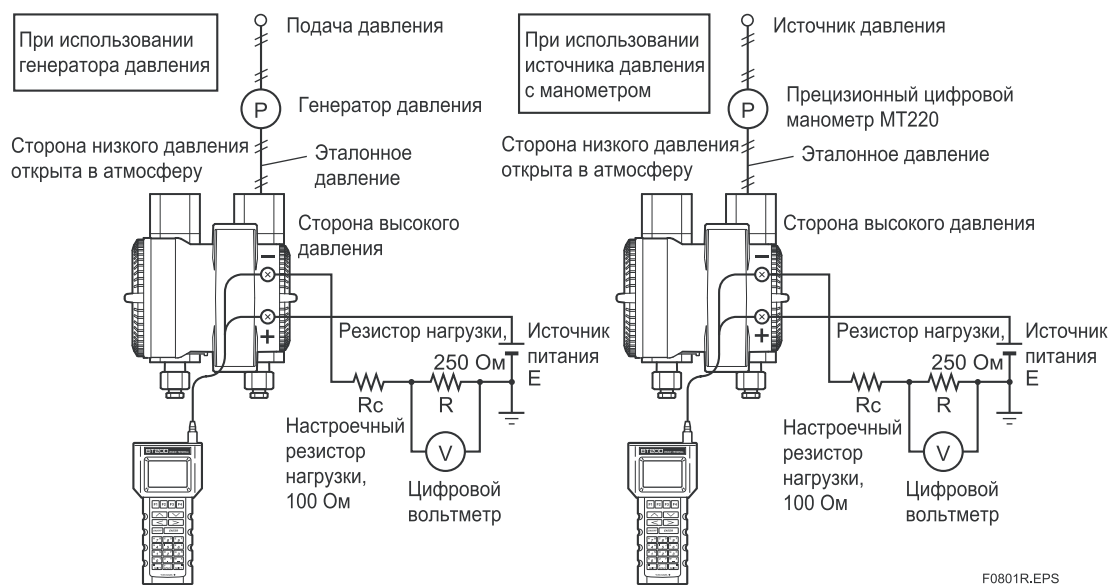

Рисунок 8.1 Схемы соединения прибора (EJX110A, выход 4-20 мА)
- 1) Соедините приборы так, как показано на Рис. 8.1, и прогрейте их в течение не менее 5 мин (десять минут для EJ□310□).